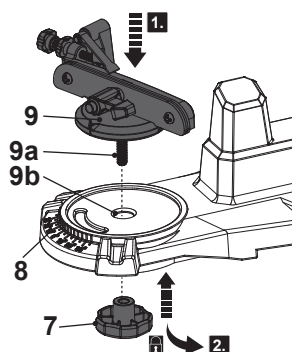

Fig. 1
- Deslice la rosca de la plataforma de la cadena de la sierra (9a) por el orificio de ubicación (9b) junto a la escala de ángulo (8). (Fig. 1, paso 1).
- Asegure la plataforma de la cadena de la sierra (9) con el retenedor del tornillo de banco (7) girándolo en el sentido de las agujas del reloj (paso 2). Asegúrese de que la plataforma de la cadena de sierra se coloca correctamente.